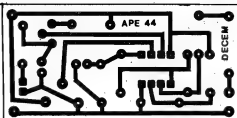

Fig. 2
- **FIG. 2 - LAY OUT DO CIRCUITO IMPRESSO ESPECÍFICO** - Como a grande maioria dos Circuitos Impressos específicos para as montagens de APE, o padrão é simples, modesto em tamanho e não muito denso, o que facilita bastante a reprodução/confeção por parte do Hobbyista, mesmo que não seja um expert... Basta possuir o adequado material (placa de fenolite virgem cortada no tamanho indicado, carbono pa-
ra a cópia do padrão - a figura está em escala 1:1 - decalques ou tinta ácido-resistente para a traçagem, percloro de ferro para a solução corrosiva, thinner ou acetona para a limpeza, lixa finíssima ou palha de aço para o polimento final, e mini-furadeira para a furação das ilhas...) e dedicar uns 30 ou 40 minutos ao processo, uma boa dose de atenção (tudo deve ser muito bem conferido, em cada etapa), e pronto: a plaquinha estará finalizada, sem grandes problemas... Para quem for ainda muito "pagão" nessas coisas, lembramos que as áreas escuras, na fig. 2, correspondem justamente ao que restará com cobre no fim do processo, portanto são tais áreas ou padrões que devem ser cuidadosamente recobertos pela tinta ou pelos decalques, antes da corrosão... As áreas em branco, na figura, correspondem aos setores nos quais a solução elimina totalmente a película cobreada (devem, então, ser deixadas desprotegidas, para a corrosão...).